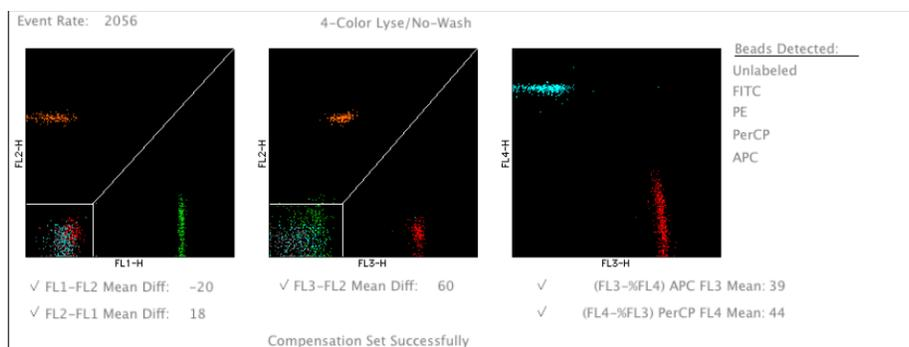

Figura 4: Ajuste da compensação.
- d. O software BD FACSComp™ ajusta os valores de compensação apropriados até que a diferença média alvo seja alcançada. Quando a compensação está ajustada, os marcadores de checagem aparecem e surgirá a mensagem **Compensation Set Successfully (Figura 4)**. O software espera 5 segundos, permitindo a interrupção antes que automaticamente apareça a tela de teste da sensibilidade.